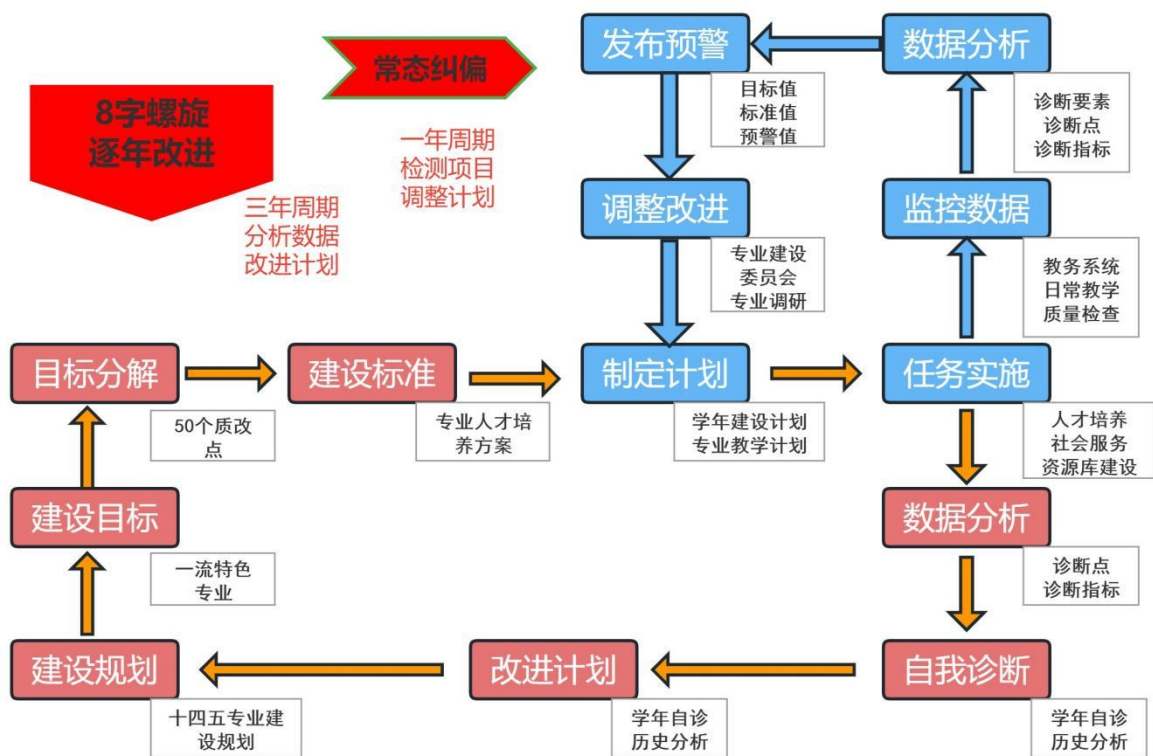

图2专业诊断与改进
1. 建立专业建设和教学质量诊断与改进机制，如图2所示，健全专业教学质量监控管理制度，完善课堂教学、教学评价、实习实训、毕业设计以及专业调研、人才培养方案更新、资源建设等方面质量标准建设，通过教学实施、过程监控、质量评价和持续改进，达成人才培养规格。